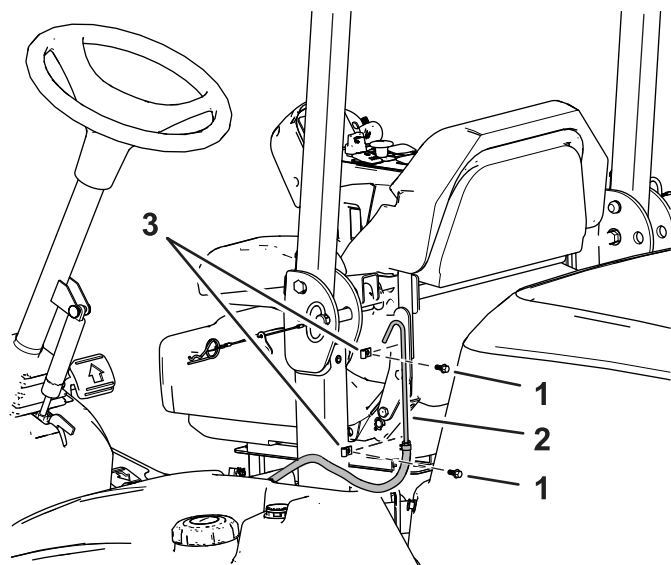

Figura 6
9. Retire las abrazaderas en R de la barra antivuelco que sujetan los tubos de ventilación (**Figura 6**).
11. Vuelva a instalar las abrazaderas en R en la barra antivuelco sin los tubos de ventilación (**Figura 6**).